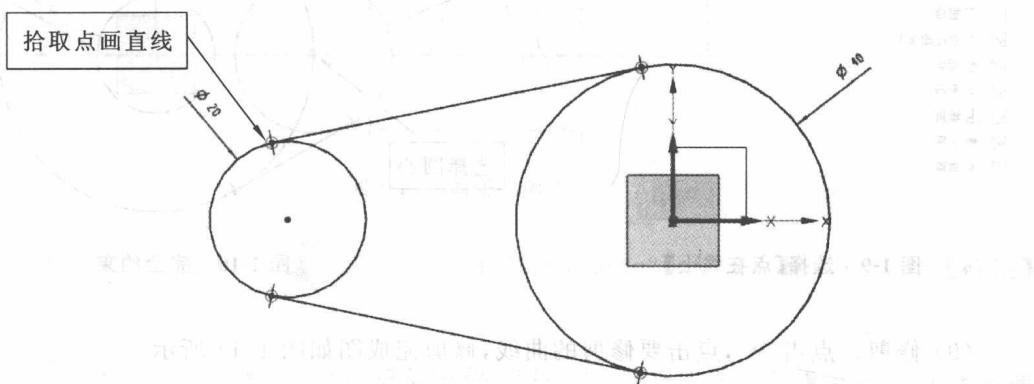

图 1-6 作两圆切线
(5) 作两圆切线。点击直线 , 分别点击两圆切点相近的位置, 画切线, 如图 1-6 所示。